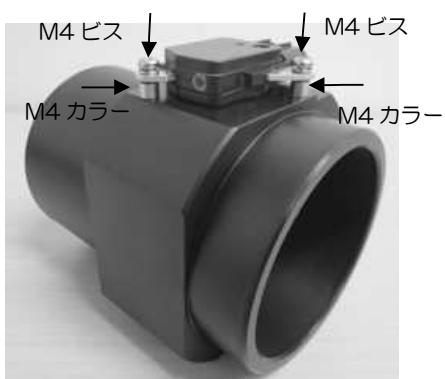

図13
2) エアフロアダプターへ取り外したエアフロセンサを取り付けます。図13参照